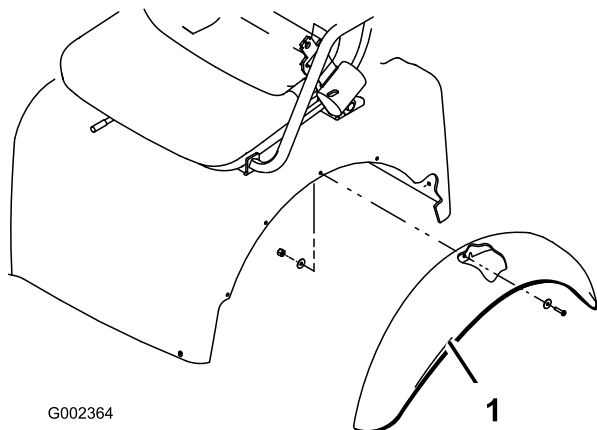

Bild 7
1. Richten Sie die fünf Befestigungslöcher für den Kotflügel mit den Löchern auf jeder Seite des Rahmens aus (Bild 7).